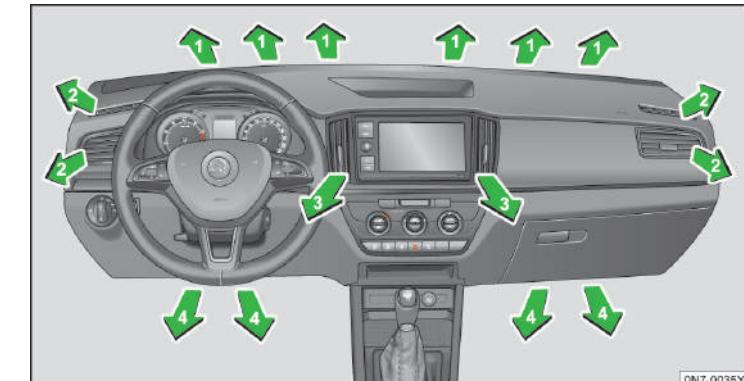

图 106 前部通风口
- 根据个人需求调整出风口 3 和 4 » 图 106, 见第 67 页。
利用出风口中间的导流片可以上下/左右调节气流方向» 图 106。此外，还可以通过此导流片旋转相应的出风口调节空气流向。
! 根据个人需求，调整出风口③和④»图 106，见第 67 页。